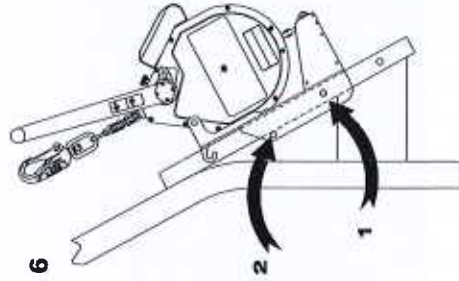

Fig. 6
5.6 Pose sur un dispositif à quatre pattes (Réf. Fig. 6)